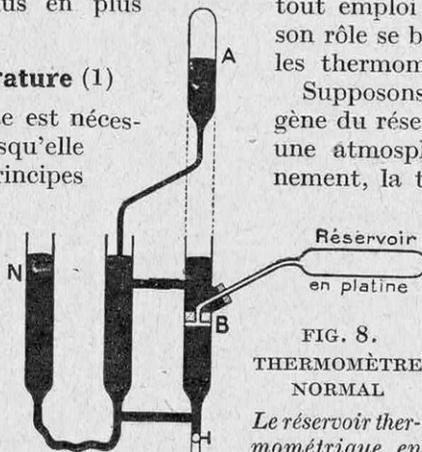

FIG. 8.
rature, en obligeant son volume à rester invariable. Dans le *thermomètre normal* (fig. 8), dont un modèle est déposé au Bureau international des poids et mesures, dans le parc de Saint-Cloud, du gaz hydrogène se trouve à l'intérieur d'un réservoir de platine (cylindre long d'un mètre sur 36 millimètres de diamètre) : lorsque ce réservoir est porté à une température plus élevée, on s'arrange (en soulevant le tube de niveau *N*) pour que le mercure monte en *A* ; c'est de la mesure de la hauteur *AB* qu'on déduit la valeur de la température. La loi du 2 avril 1919 a rendu légal le *degré centésimal* ainsi défini : c'est la variation de température qui produit la centième partie de l'accroissement de pression subie par
Supposons, maintenant, que l'hydrogène du réservoir (fig. 8) soit à 0° et sous une atmosphère. Cherchons, par tâtonnement, la température pour laquelle sa pression sera égale à deux atmosphères : on trouve alors + 273° centésimaux (1). En d'autres termes, pour chaque degré centésimal d'élévation de température, la pression de l'hydrogène — ou même de n'importe quel gaz — s'accroît d'un deux cent soixante-treizième de sa valeur.